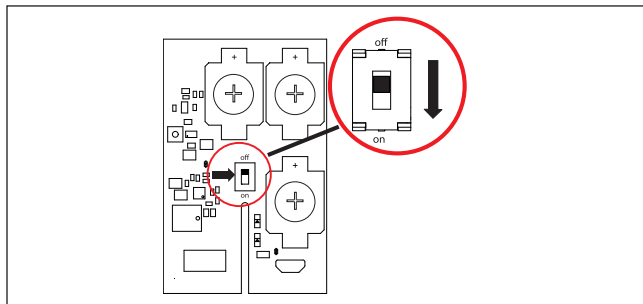

Abb. 4 Schalter zum Aktivieren der EWFS Wetterstation eco
**Bevor Sie nach der Montage an Wand, Decke oder Standrohr den Deckel schließen und festschrauben, aktivieren Sie die EWFS Wetterstation eco. Stellen Sie hierfür den Schalter auf der Leiterplatte auf "on" (siehe Abb. 4)**
- Aktivieren Sie die EWFS Wetterstation eco durch das Umlegen des Schalters auf der Leiterplatte auf "on" (siehe Abb. 4 auf Seite 2).